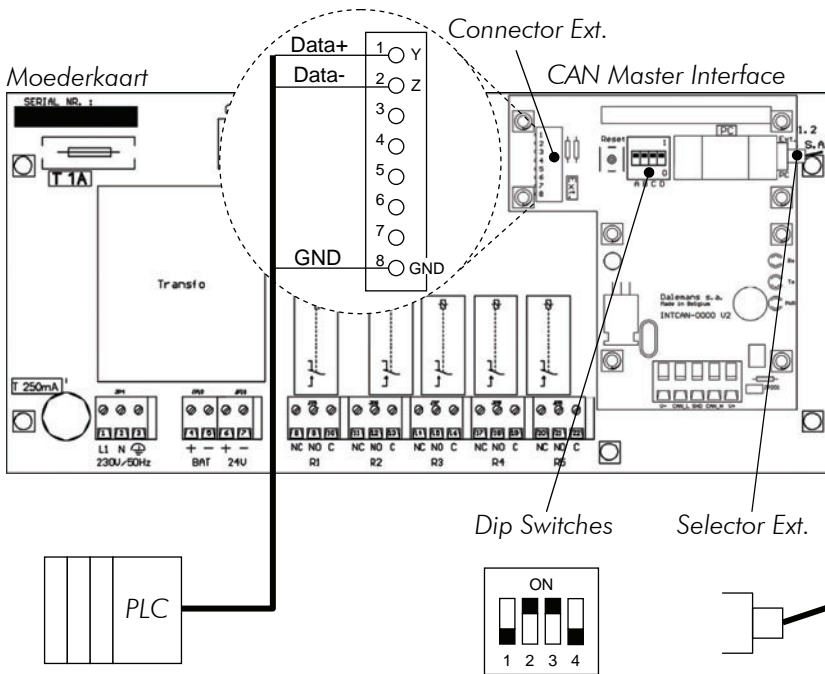

Fig. 56
- Sluit de klemmen 1, 2 en 8 van de *Ext* connector van de *CAN Master Interface* kaart aan op het andere kabeleinde (Fig. 56).